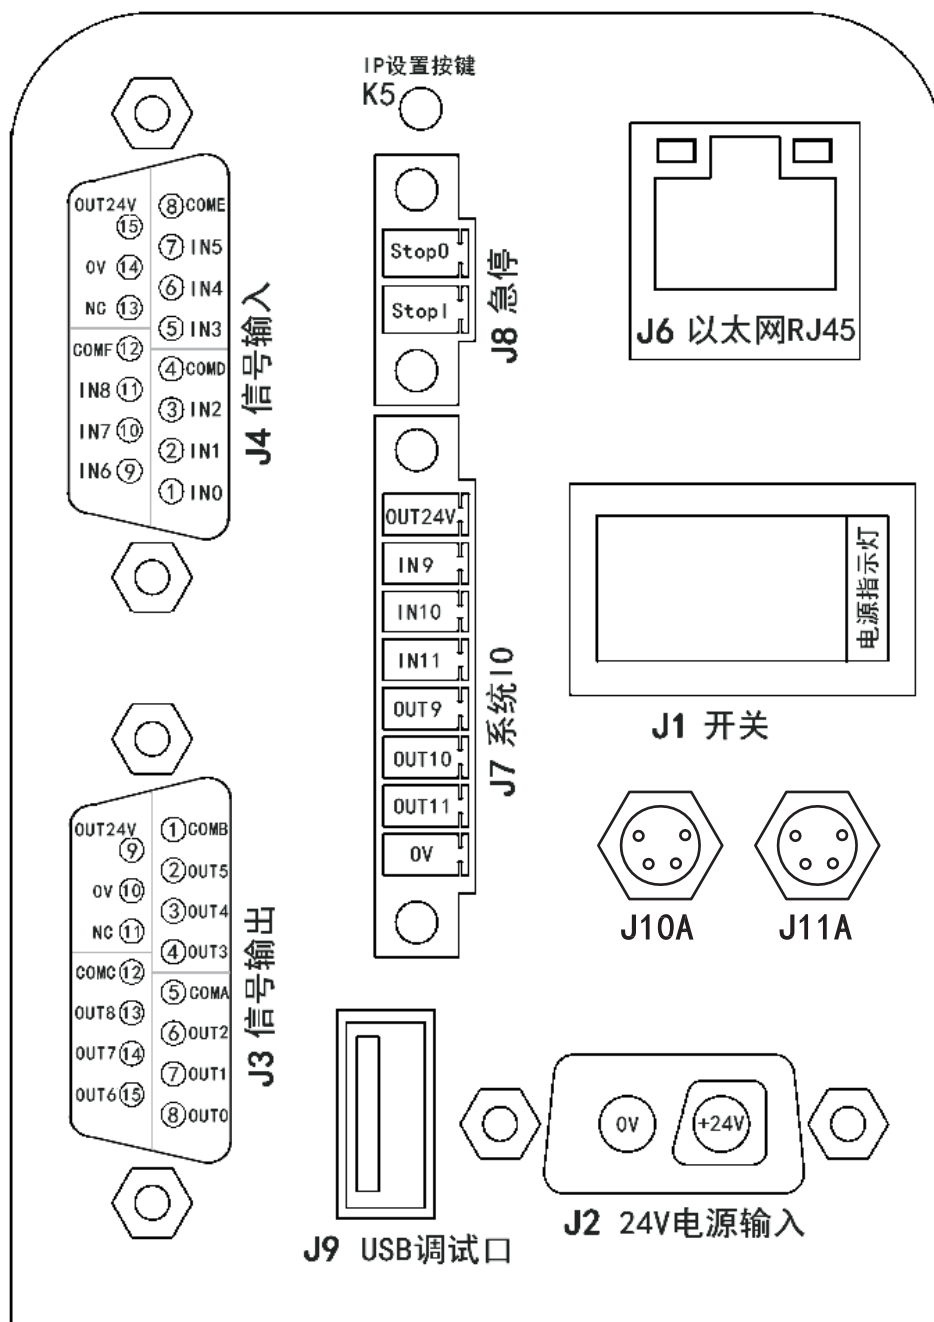

图 1
1.A处底座接口总示意图(图1所示)
2.图1接口定义说明
3.图1中J3、J4接口内部电路设计(图2所示)